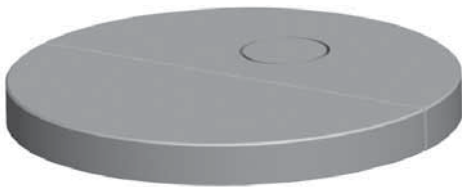

Fig. 8
2. Bringen Sie die untere Specksteinschicht an (3). Beginnen Sie mit den beiden hinteren Steinen mit Konvektionsöffnungen (4 und 5). Siehe **Abb. 8**.